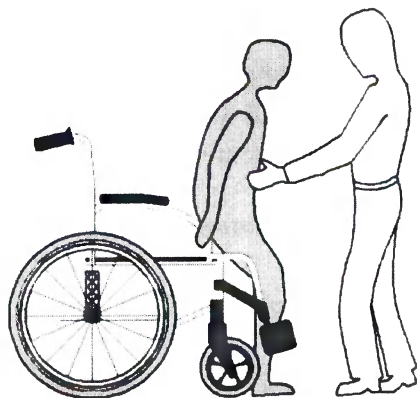

Рис.10
7.1.7 Для посадки спереди (Рис.10):
7.2.9 Для посадки спереди (рис. 10):
7.3.9 Для посадки спереди (рис. 10):
7.4.1.9 Для посадки спереди (рис. 10):